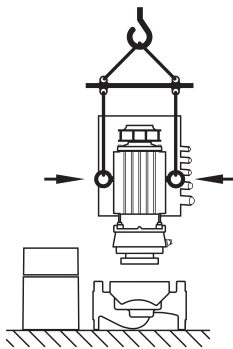

Fig. 25: Transport van de insteekset
- Worden of zijn de transportogen van de motorflens verplaatst en aan het motorhuis gemonteerd, dan kunnen ze alleen worden ingezet voor het dragen en het transport van de insteekset (Fig. 25) maar niet voor het transport van de volledige pomp en niet voor het scheiden van de insteekset en het pomphuis (er moet worden gelet op de vorige demontage en aansluitende montage van de afstandhouders).